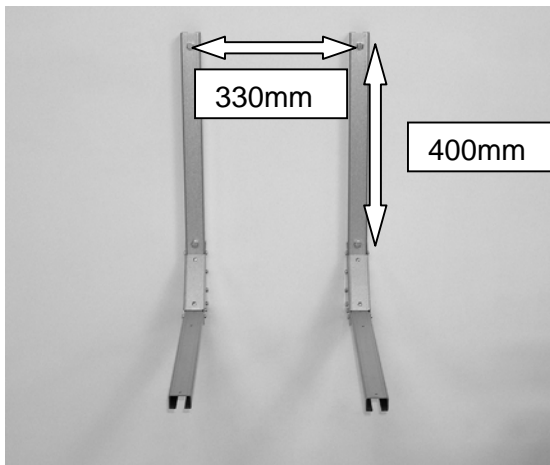

Bild 1
1. Schrauben Sie die Konsole mit 4 Stck 8 mm Schrauben in einem Zentrumabstand von 330 mm an der Wand fest (siehe Bild 1). Beachten Sie, dass sich die horizontalen Schienen in waagerechter Lage befinden müssen.